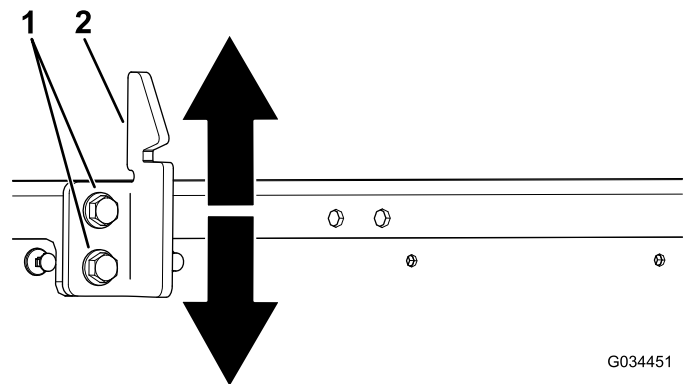

Figure 55
3. Desserrez les 2 boulons sur la gâche du loquet et montez ou descendez la gâche selon qu'elle est trop haute ou trop basse (Figure 55).
4. Serrez les 2 boulons de la gâche du loquet du plateau (Figure 55).